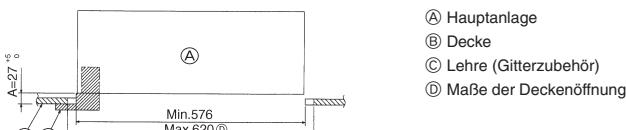

Fig. 4-6
- Wenn sich die Hauptanlage nicht an den Montagelöchern in der Decke ausrichten läßt, kann sie mit einem dafür vorgesehenen Schlitz in der Montageplatte angepaßt werden. (Fig. 4-6)